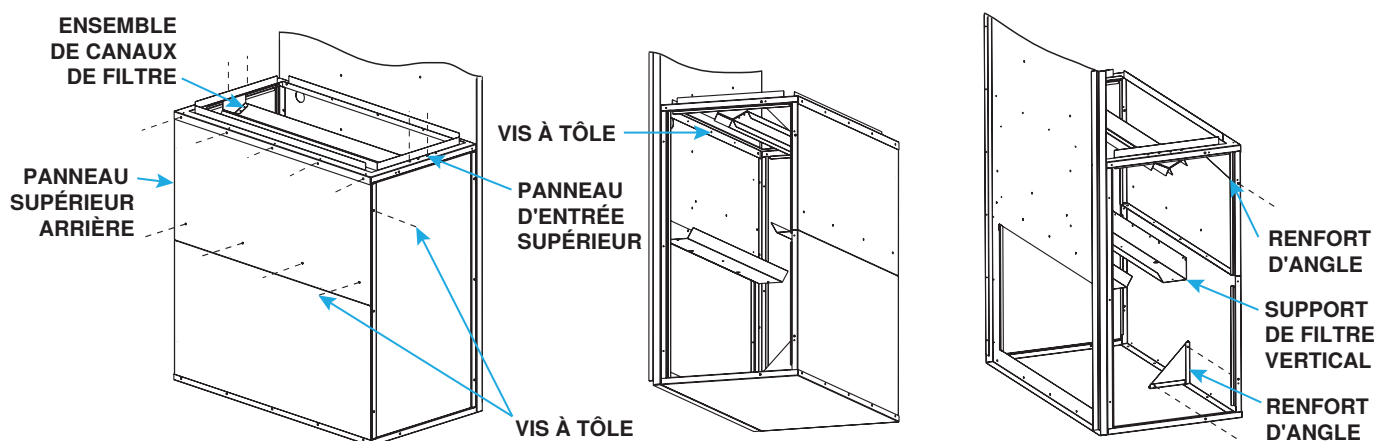

Figure 14. Installer l'armoire de filtre à entrée verticale sur le radiateur
3. Installez le panneau supérieur arrière, le panneau d'entrée supérieur, l'ensemble de canal de filtre et les renforts d'angle, puis fixez l'armoire de filtre à l'armoire de chauffage, comme illustré à la Figure 14 :